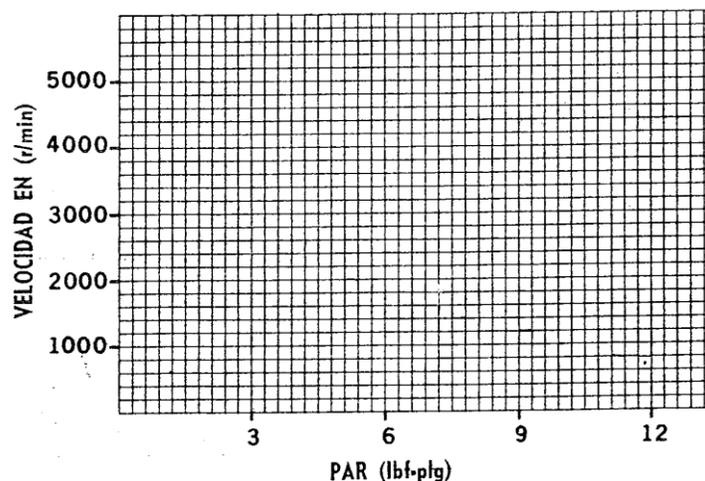

Figura 4-2.
5. a) En la gráfica de la **Figura 4-2**, marque los valores de velocidad del motor obtenidos en la **Tabla 4-1**.